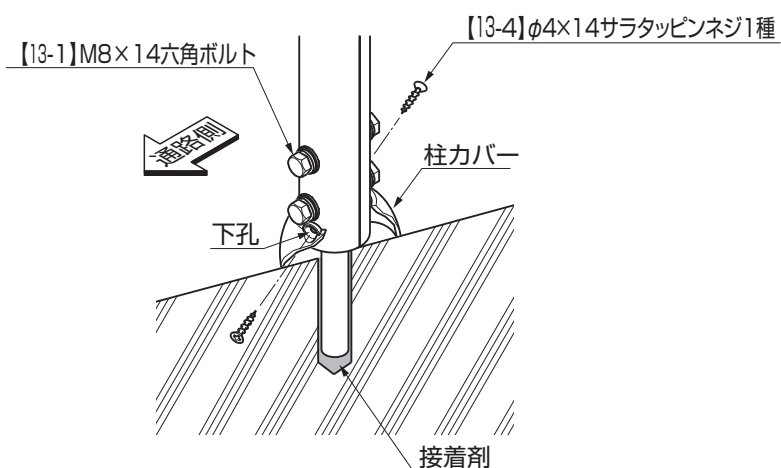

図3-6
- 傾斜角度に柱カバーをあわせて柱にφ3.5の下孔をあけ、【13-4】で柱に取付けてください。(図3-6参照)